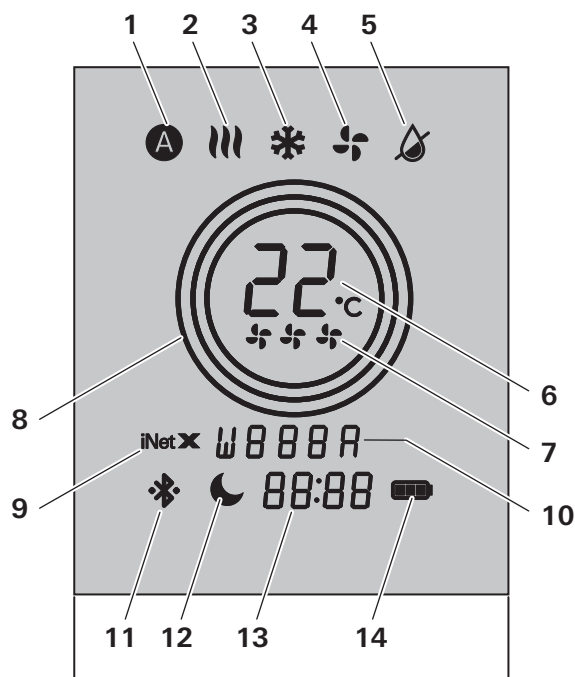

Figura 10
- 1 Display (vedere Figura 10)